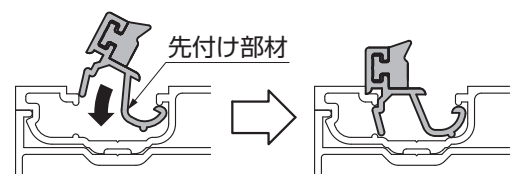

図7-6 下側のはめ込み
- ③先付け部材を角格子に取付けてください。(図7-1、図7-3、図7-4、図7-6参照)